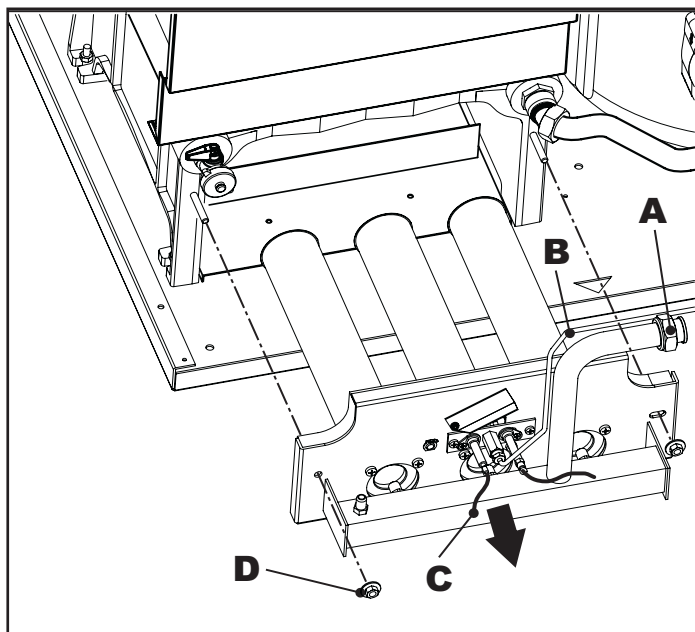

fig. 9
- Desaperte as duas porcas D que fixam a porta da câmara de combustão aos elementos em ferro fundido da caldeira (fig. 9).